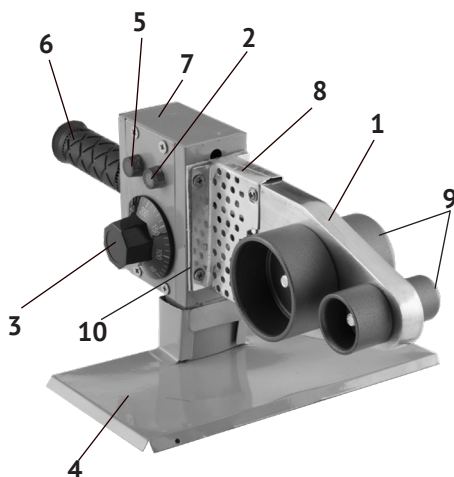

рис. 1
4.1 Общий вид сварочного аппарата представлен на рис. 1
4.2 В металлическом корпусе (рис.1 поз.7) расположены термостат и разводка проводов подключения ТЭНа (рис.1 поз.1) и индикаторов (рис.1 поз.2 и 5). Включение ТЭНа (при подключённом к сети аппарате) и установка температуры осуществляется ручкой термостата (рис.1 поз.3). Термостат поддерживает (в интервале от 50 до 300 °С) выставленную температуру в автоматическом режиме. Индикатор (рис.1 поз.2) загорается при подключении аппарата к сети питания. Индикатор (рис.1 поз.5) при включении термостата и установки выбранной температуры сварки. Радиатор (рис.1 поз.8) отводит тепло от нагретого ТЭНа. Между радиатором (рис.1 поз.8) и корпусом расположена текстолитовая прокладка (рис.1 поз.10), предохраняющая корпус от нагрева.
6.1 Из кейса извлеките подставку (рис.1 поз.4). Установите её на ровной и надёжной поверхности рабочего стола (верстака).
6.3 С обеих сторон нагревательного элемента (рис.1 поз.1) установите и через отверстия закрепите парные насадки, необходимые для предстоящей работы. Насадки должны быть чистыми.
7.1 Включите сварочный аппарат в сеть. Включите ручкой (рис.1 поз.3) термостат и установите необходимую (для конкретного материала) температуру сварки.
7.2. Для достижения рабочей температуры нагревательного элемента (рис.1 поз.1) и установленных насадок потребуется некоторое время.
ротом ручки (рис.1 поз.3) по (увеличение)/против (уменьшение) часовой стрелке(и).